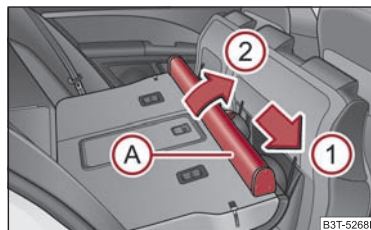

Fig. 97 Bancheta spate: Carcasei peretelui despărțitor de plasă
- Împingeți carcasa peretelui despărțitor **A** ⇒ fig. 97 în sensul săgeții **1** și scoateți-o din spătarul scaunelor din spate în sensul săgeții **2**.